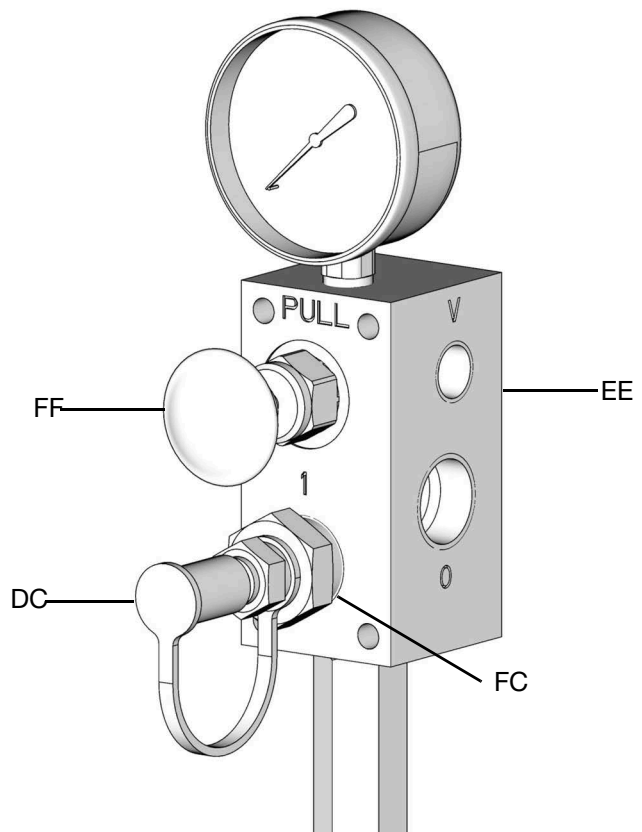

FIG. 15
3. Retire la cubierta antipolvo (CC) del acoplador de llenado (FC) en la válvula de llenado (EE) (FIG. 15).
4. Conecte la línea de rellenado (GG) entre la bomba de la estación de llenado remoto (AA) y el puerto del acoplador de llenado (FC) marcado con "I" (FIG. 15).
10. Desconecte la línea de rellenado (GG) del acoplador de llenado (FC) (FIG. 15).
11. Vuelva a poner la cubierta antipolvo (DC) en el acoplador de llenado (FC).